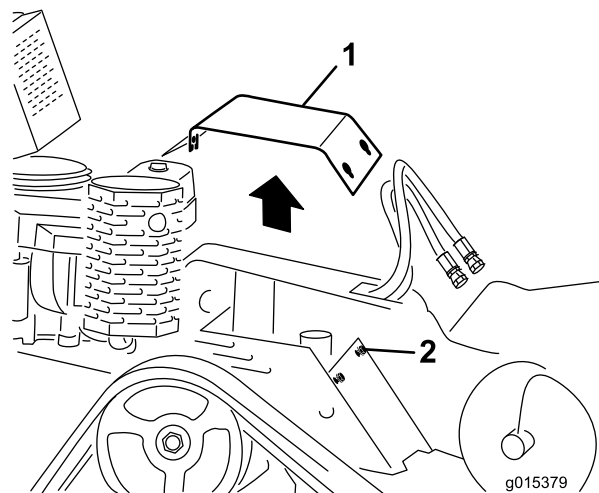

Figura 26
3. Afloje secuencialmente los tres pernos que sujetan la cubierta al bastidor hasta que la cubierta quede suelta (Figura 26).
2. Coloque la cubierta en su sitio y sujétela con los tres pernos que retiró anteriormente (Figura 26).